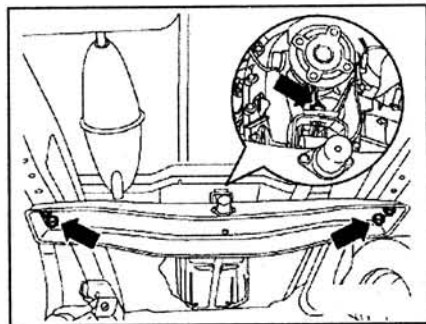

Рис. 2.13. Открутите болты крепления (стрелки) поперечной балки двигателя/коробки передач и снимите ее.
29. Открутите болты крепления (стрелки) поперечной балки двигателя/коробки передач и снимите ее (рис. 2.13).